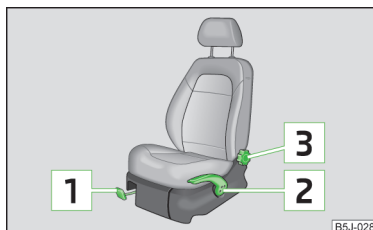

Fig. 54
- Trageți în sus de maneta **1** » fig. 54 și deplasați scaunul în poziția dorită.
- Dacă doriți să ridicați scaunul, ridicați maneta **2** » fig. 54 în sus, respectiv pompați.
- Eliberați spătarul (nu vă sprijiniți) și rotiți rozeta **3** » fig. 54 pentru a regla înclinația spătarului.